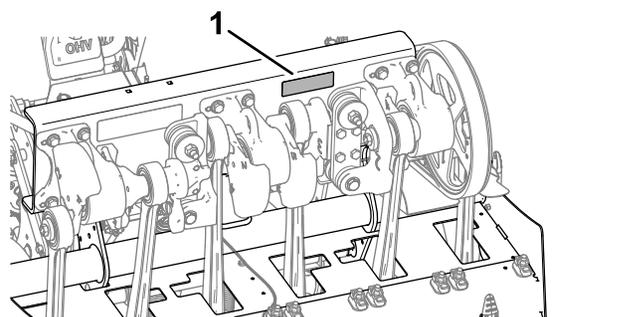

図 182
3. コアリングヘッド、ティラーハンドル、およびホイールナットのボルトのトルクを点検し、適切な締め付けになっていることを確認してください。適正トルク値は、コアリングヘッドのサポートチャンネル材に貼付されているデカルに標示されています **図 182**。